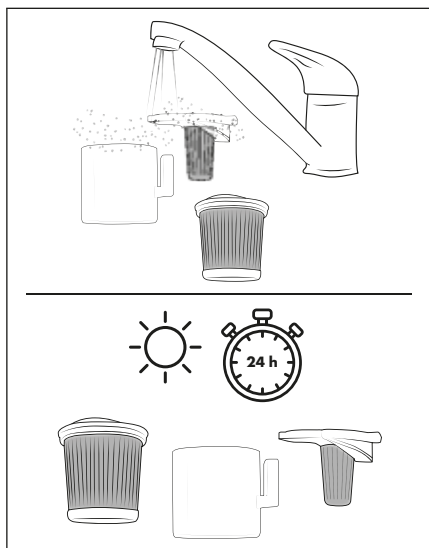

Fig. 18
- 5) Lavare il contenitore del filtro HEPA ⑤, il filtro HEPA ④ e il filtro in acciaio inox ⑥ con acqua fredda o tiepida. Lasciare asciugare completamente all'aria il contenitore del filtro HEPA ⑤, il filtro HEPA ④ e il filtro in acciaio inox ⑥ prima di inserirli nuovamente nel contenitore della polvere ⑦ (vedere fig. 18).